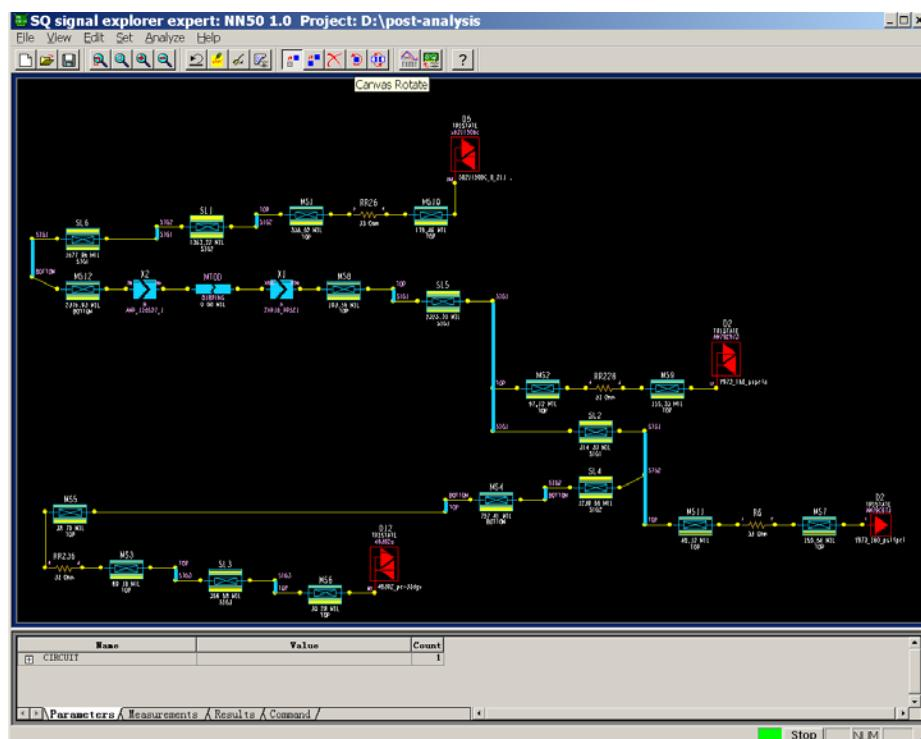

图 7-25 多板之间的拓扑结构
2、选择 View Topology，仿真拓扑显示在 SigXplorer 窗口。(图 7-25 所示)